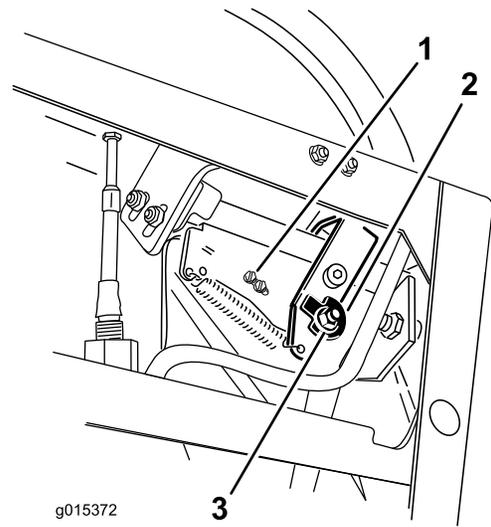
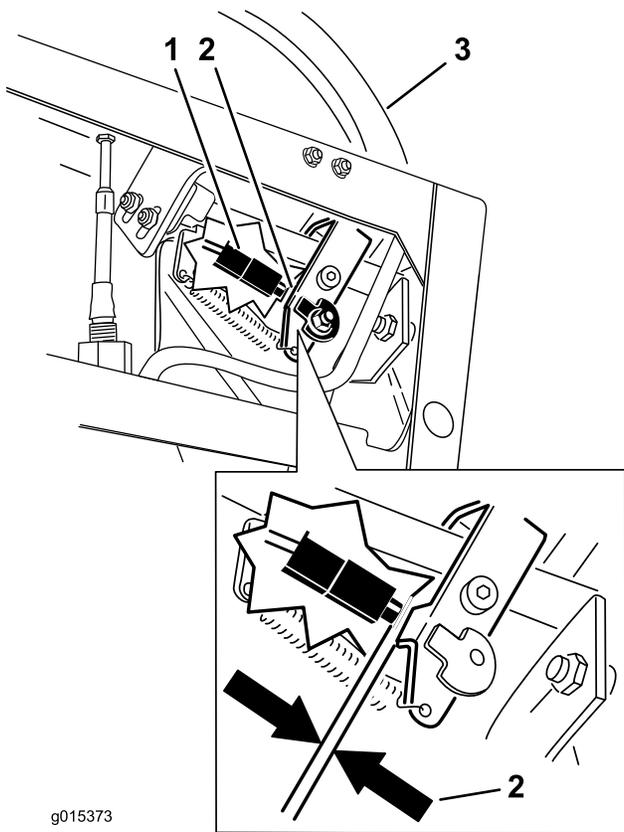

図 69
図 70
10. 図 70 に示されている、コントロール・レバーとスイッチとのすき間を点検する。すきまが 3mm あることが必要である。右側コントロール・レバーがニュートラルでロックを解除した位置にある状態で測定する。
11. 必要に応じてスイッチを固定しているネジをゆるめてスイッチの位置を調整する (図 69 と図 70)。
7. カムを固定しているナットとボルトをゆるめる (図 69)。